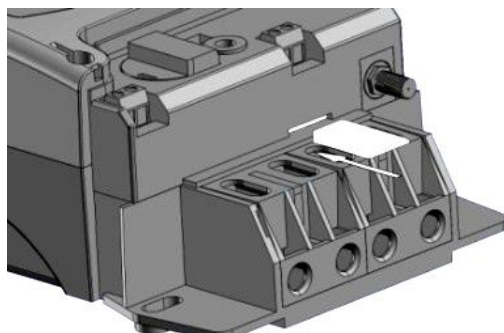

Рисунок 4.5 – Установка SIM-карты и расположение антенного разъема
- Установить/извлечь SIM-карту (рисунок 4.5).